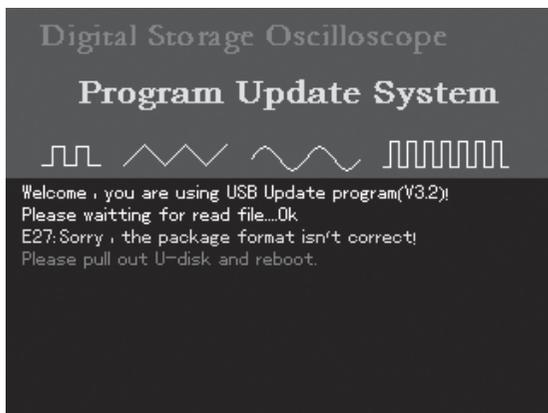

图6-11
5、升级时，如果用户拷贝或选择的程序升级文件FLASH类型与当前示波器不一致，将出现图6-11所示，提示“程序升级文件的FLASH类型与当前示波器不一致，请阅读用户手册，并获取示波器UTILITY菜单下的系统信息，与我们联系。请您拔出U盘，重启示波器”。
6、升级时，读取升级文件信息，发现程序升级包内文件格式不对，将出现图6-11所示，提示“程序升级包文件格式不正确，请拔出U盘，重启示波器”。